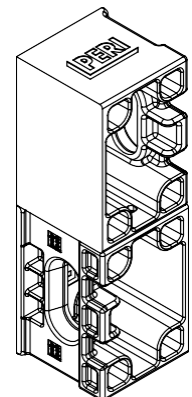

Fig. B5.09c
- Компенсация на дебелината на стената 10 cm (Fig. B5.09c)